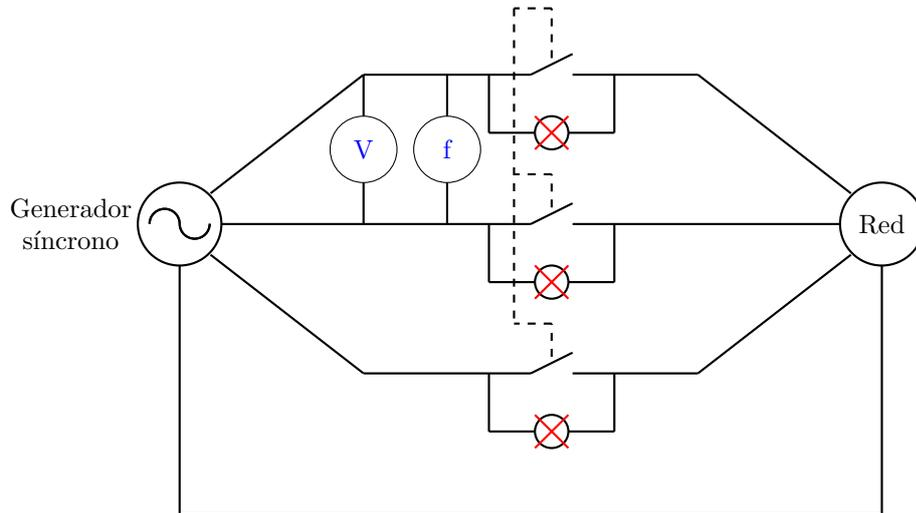

Figura 21: Circuito utilizado para sincronizar y conectar un generador a una red eléctrica CA.
La figura 21 muestra un circuito simple utilizado para sincronizar y conectar un generador a una red eléctrica de CA en este circuito se puede apreciar un generador sincrónico trifásico conectado a una red eléctrica trifásica (fuente de energía trifásica) a través de tres lámparas y un interruptor tripolar
5. Conecte el equipo como se muestra en la figura 21.